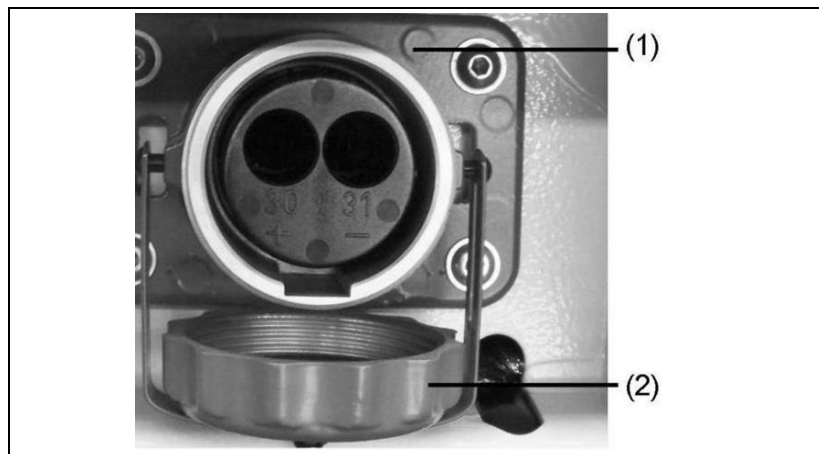

Fig. 5-7: Conexión del dispositivo de arranque asistido
1. Desenroscar la tapa (Fig. 5-7-(2)) de la toma de arranque remoto (Fig. 5-7-(1)).